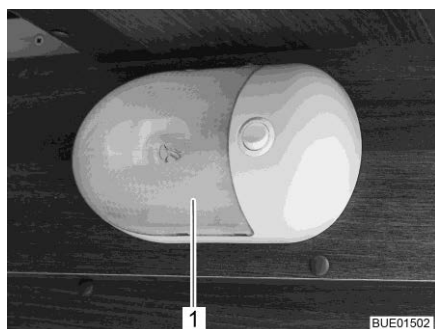

Fig. 295 Lámpara de montaje en superficie
- Comprimir la cubierta transparente (Fig. 295,1) con precaución de ambos lados, retirarla ligeramente del interruptor y quitarla hacia delante.